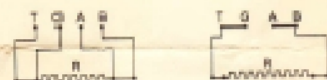

Fig. 8
- Mesure des résistances de 20 à 1000 Ω : T 12 (figure 8).